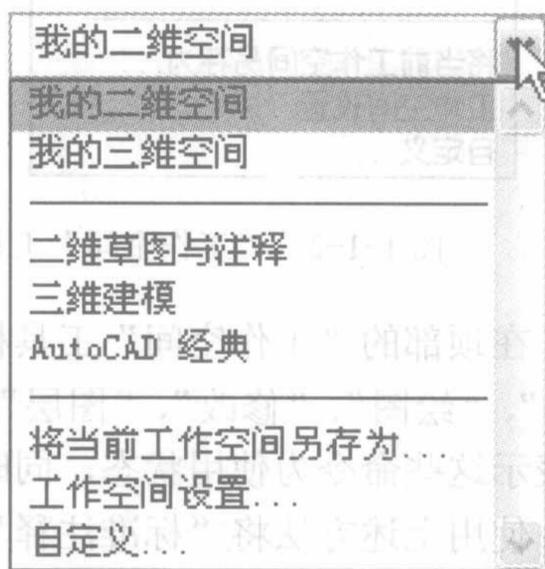

图 1-1-7 显示出设置好的工作空间
(9) 使用相同的方法将“我的三维空间”选项移动到“我的二维空间”的下面，再选中“我的三维空间”选项，单击“添加分隔符”按钮，在“我的三维空间”选项下面添加一个分隔符，单击“确定”按钮。此时在“工作空间”工具栏的下拉列表中显示出设置好的工作空间，如图 1-1-7 所示。